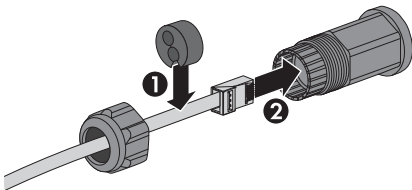

Abbildung 2.20 Kabelführung durch Kabelverschraubungen
2. Die Kabel über Kabelverschraubungen durch die Unterseite des Wechselrichters führen. Siehe Abbildung 2.20.